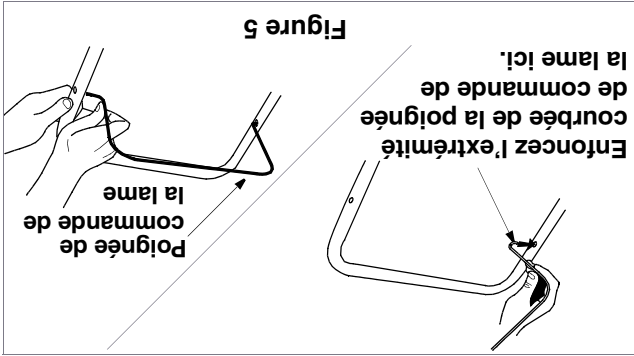

Figure 5
- 2. Enfoncez l'extrémité courbée de la poignée dans le trou de droite. Voir la Figure 5.